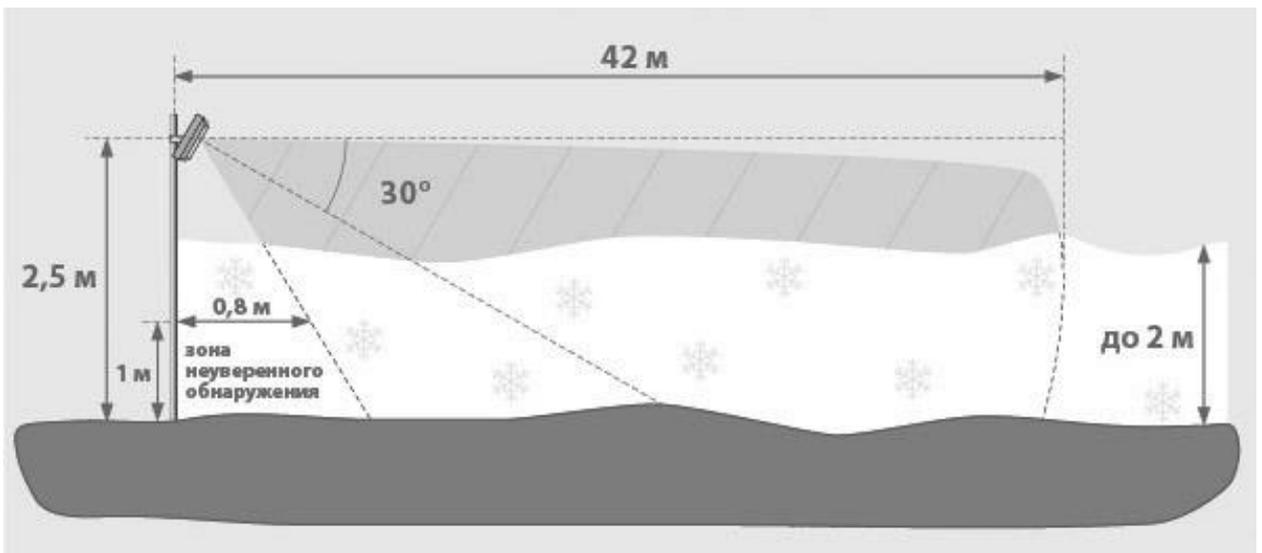

Рисунок 2.4 - Установка извещателя на высокой опоре в местах с высотой снежного покрова до 2 м
2.3.3.3 При установке извещателей на высоких опорах (см. рисунок 2.4) необходимо обеспечить оптимальный угол наклона оси зоны обнаружения извещателя – 30° относительно горизонта. В этом случае сохраняется обнаружительная способность на всем протяжении зоны обнаружения – 42 м.